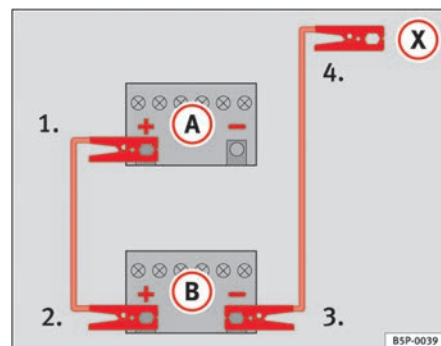

Fig. 202 Schema per il collegamento dei cavi per l'avviamento di emergenza
Nella ⇒ fig. 202 **(A)** indica la batteria scarica, e **(B)** la batteria carica.
1. Collegare un'estremità del cavo rosso al polo positivo ⇒ fig. 202  del veicolo con la batteria scarica ⇒ .